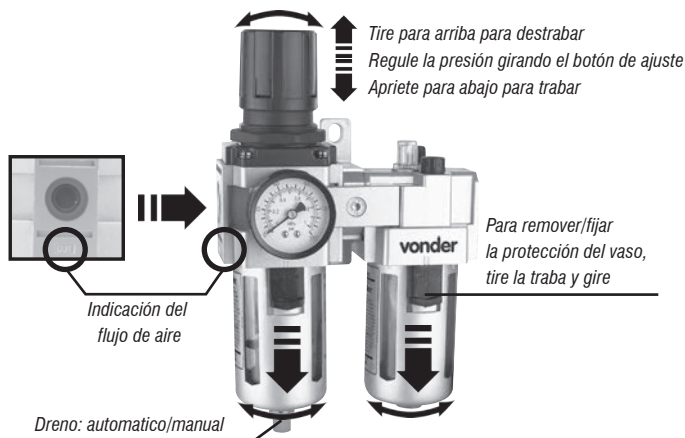

Fig. 2 – Instalación
2. Tire la traba negra (fig. 2) y gire la protección metálica en 1/8 de volta (en cualquier sentido);
ATENCIÓN: para un correcto funcionamiento del equipo siga el sentido de montaje gravado en la entrada y salida de aire del equipo, conforme muestra el detalle de la fig. 2.
Observe siempre el nivel máximo de agua del regulador (nunca deje exceder el nivel máximo). Periódicamente drene el agua del regulador. Para drenar el agua, basta tirar el perno del dreno (fig.2) y dejar el agua escurrir por completo.